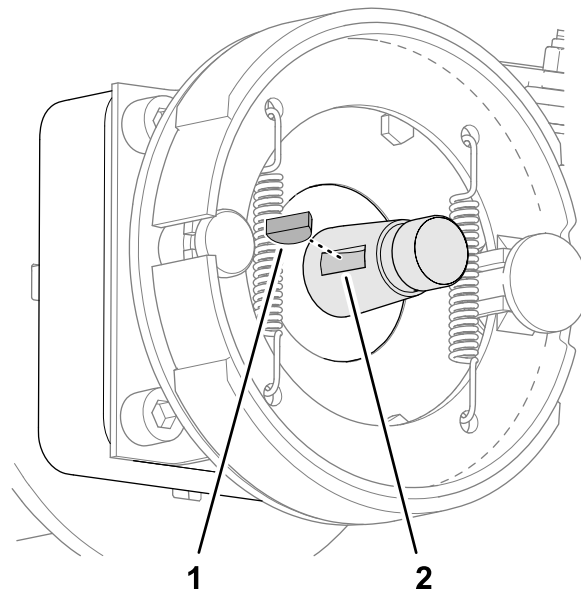

Рисунок 72
2. Вставьте сегментную шпонку в шпоночный паз вала колесного мотора (Рисунок 72).